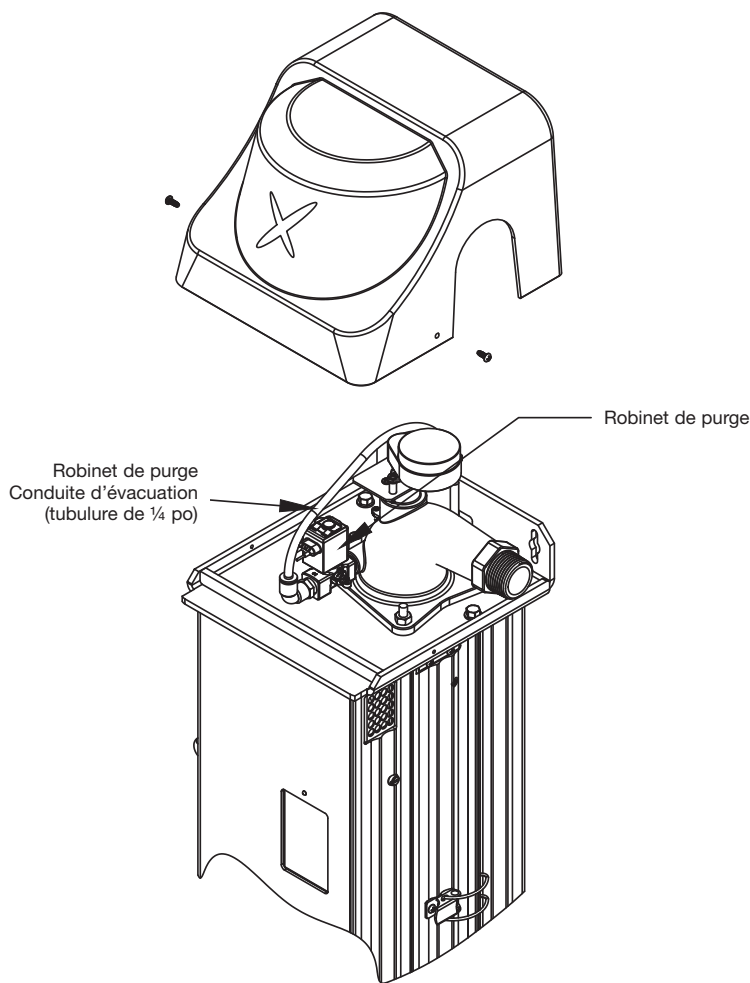

Figure 4-3
3. Connectez le robinet de purge à une vidange à l'aide du tuyau fourni – Voir la Figure 4.3. Notez qu'un espace d'air équivalent à 2 diamètres de tuyaux ou 25 mm (1 po), selon la valeur la plus élevée, est requis entre la tubulure et la vidange; respectez les règlements de plomberie locaux. La tubulure peut être placée à l'arrière de l'unité. La tubulure doit être fixée au mur ou au plancher pour l'empêcher de bouger pendant le cycle de purge.